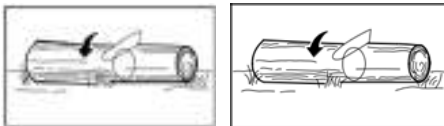

FIG. 4
1. Tronco apoyado a lo largo de toda su longitud: corte desde arriba hacia abajo (Fig.4).